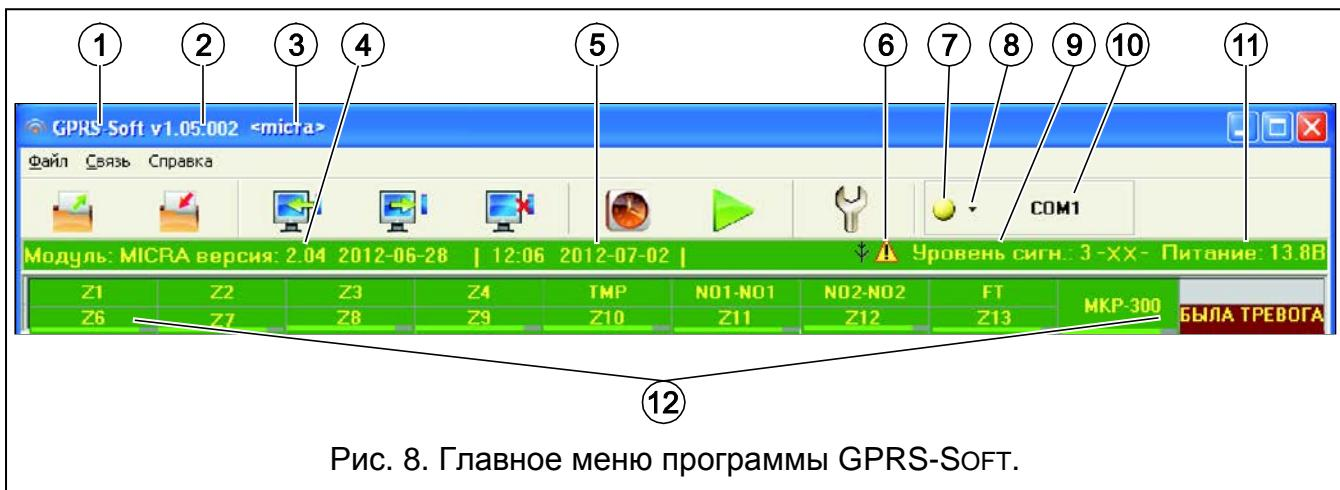

Рис. 8. Главное меню программы GPRS-SOFT.
СОМ-порт компьютера должен быть подключен к порту RS-232 (TTL) на плате электроники модуля. Кабели для подключения продаются отдельно, артикул комплекта кабелей в прайс-листе – DB9FC/RJ-KPL. В программе GPRS-SOFT следует указать номер СОМ-порта компьютера, предназначенного для связи с модулем. С этой целью следует кликнуть указателем мыши по кнопке «Конфигурация» (см.: рис. 8 и пояснения к рисунку) и в окне, которое отобразится, выбрать один из доступных портов СОМ компьютера. Программа соединяется с модулем после включения выбранного СОМ-порта.
2. Кликнуть указателем мыши по кнопке «Конфигурация» (см.: рис. 8, пояснения к рисунку). В открывшемся окне, впишите номер TCP-порта, выбранного для связи с модулем. Этот номер будет находиться в SMS-сообщении, отправленном на номер GSM-телефона модуля, с целью установления связи.
3. Кликнуть указателем мыши по кнопке (см. рис. 8). В открывшемся меню выберите вкладку «TCP/IP». Сервер будет активирован.